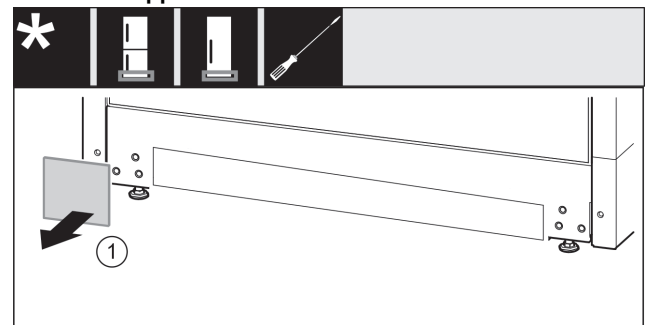

Fig. 14
- ▶ Retirer le cache. Fig. 14 (1)